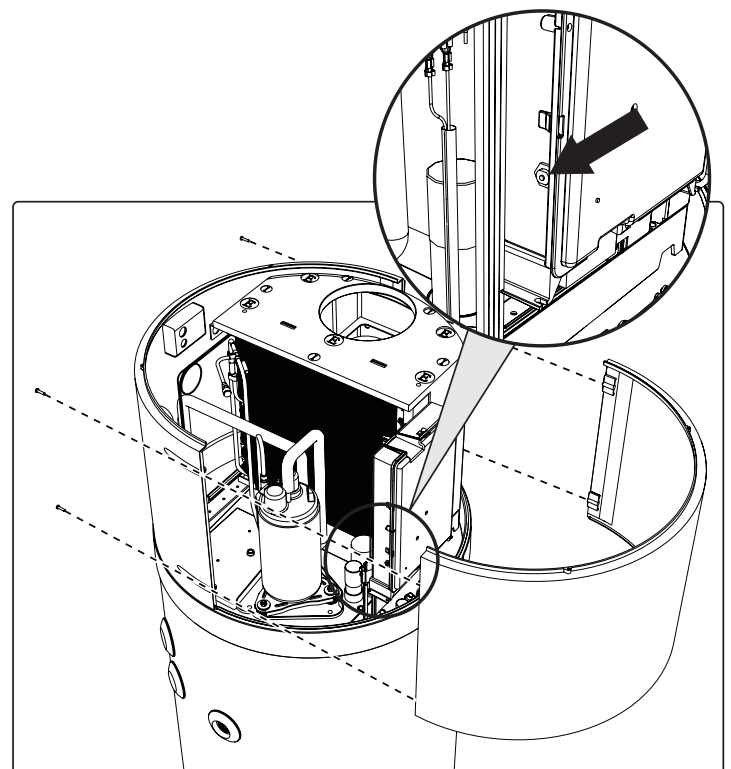

fig. 26 - Rimozione pannello frontale
- Rimuovere il pannello frontale e ripristinare manualmente il termostato di sicurezza intervenuto (fig. 26). In caso di intervento il perno centrale del termostato fuoriesce per circa 2 mm.